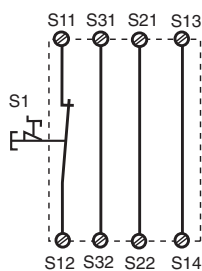
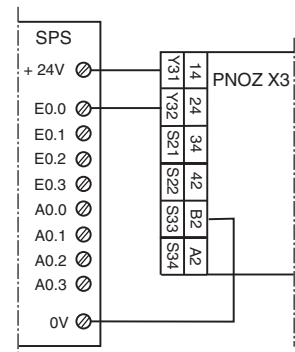

Fig. 2: Eingangskreis einkanlig, automat. Start/Single-channel input circuit, automatic reset/Commande par 1 canal, validation automatique
Fig. 10: Anschlussbeispiel für Halbleiterausgang/Connection of semiconductor output/Câblage de la sortie statique
In Fig. 2 ... Fig. 10 sind Anschlussbeispiele für NOT-AUS-Beschaltung mit automatischem und überwachtem Start, Schutztürensteuerungen sowie Kontaktvervielfachung durch externe Schütze dargestellt.
- Fig. 2 und 7: Das Gerät startet bei Spannungsausfall und -wiederkehr automatisch. Verhindern Sie einen unerwarteten Wiederanlauf durch externe Schaltungsmaßnahmen.
- Fig. 2 und 7: **keine** Verbindung S33-S34
In Fig. 2 ... Fig. 10 are connection examples for Emergency Stop wiring with automatic and monitored reset. Safety gate controls as well as contact expansion via external contactors.
- Fig. 2 and 7: the device starts automatically after loss of power. You should prevent an unintended start-up by using external circuitry measures.
- Fig. 2 and 7: S33-S34 **not** connected
Les figures 2 à 10 représentent les différents câblages possibles du PNOZ X3 à savoir : poussoir AU avec réarmement automatique ou auto-côntrolé, interrupteurs de position et augmentation du nombre des contacts de sécurité par contacteurs externes.
- Fig. 2 et 7: l'appareil se réarme automatiquement après une coupure et une remise sous tension. Evitez tout risque de redémarrage par un câblage externe approprié.
- Fig. 2 et 7: **pas** de câblage sur S33-S34